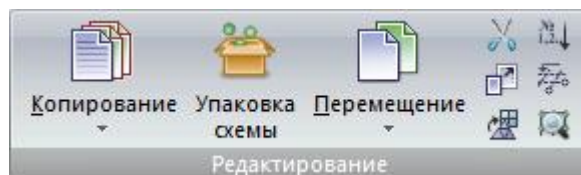

Рис.13. Панель Редактирование
- **Редактирование** (рис.13) - операции по базовому редактированию схемы (копирование, перемещение, масштабирование), упаковка схемы, редактирование триангуляционной сетки;
Панель **Редактирование** (рис.13) содержит следующие команды: